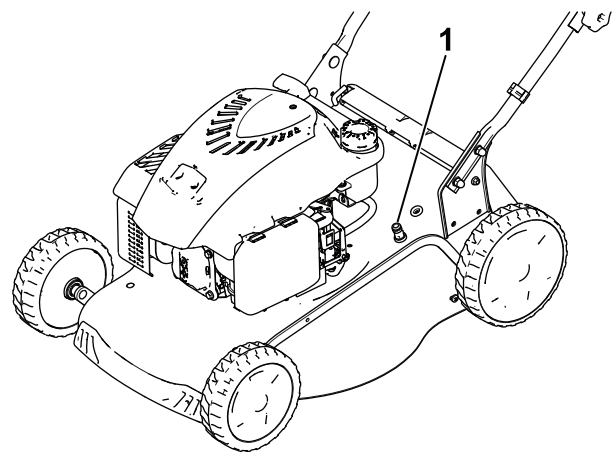

Figure 18
5. Branchez un tuyau d'arrosage, relié à une arrivée d'eau, au raccord de lavage rapide (Figure 18).